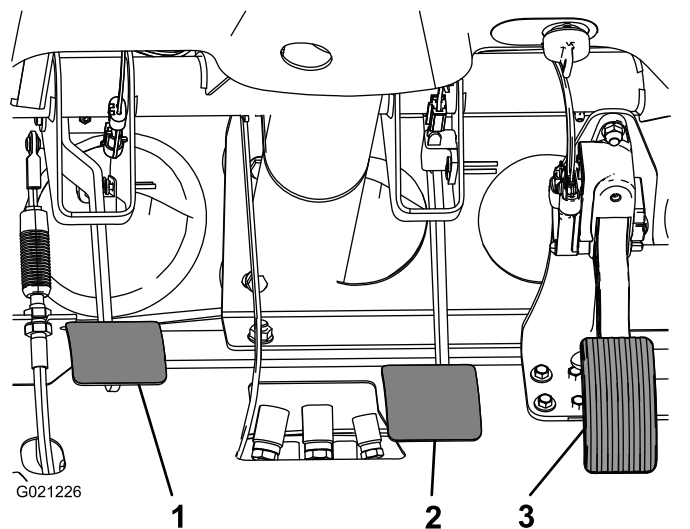

Bild 66
2. Heben Sie das Bremspedal an (Bild 66), bis es den Rahmen berührt.
3. Lösen Sie die Klemmmuttern, mit denen das Joch an der Hauptzylinderwelle befestigt ist (Bild 66).